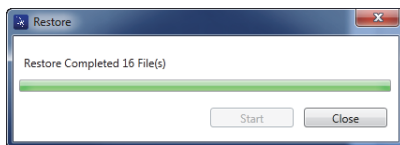

图 7-31 恢复对话框（完成）
5. 当恢复操作完成时，点击 **Close**（关闭）（参见第 204 页的图 7-31）。